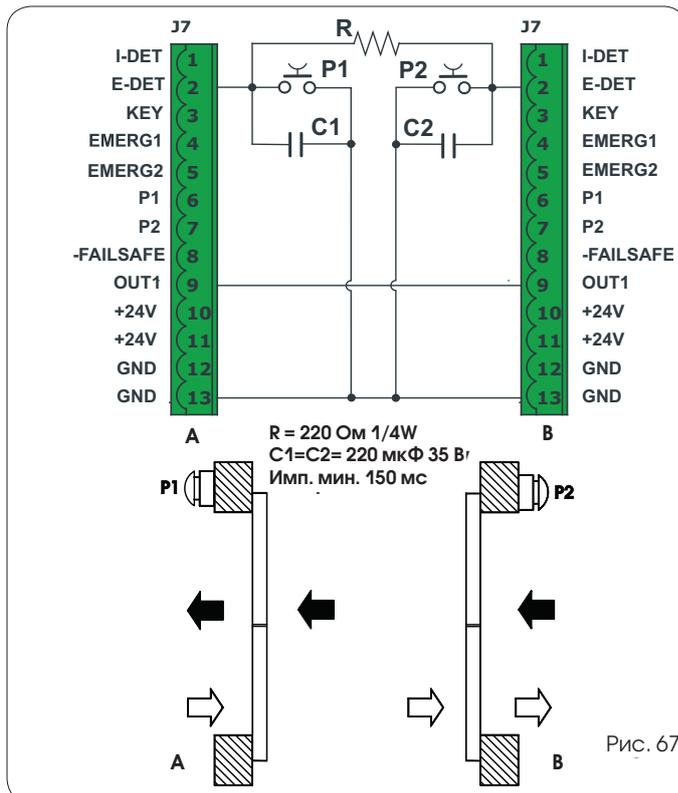

Рис. 67
- Подключите клеммные панели J6 двух панелей управления, кнопки и дополнительное электронное оборудование, как показано на рис. 67.